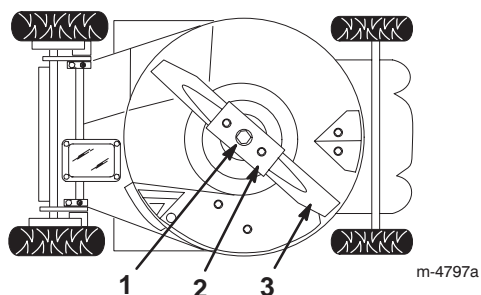

Figure 27
4. Basculez la tondeuse sur le côté *gauche* (filtre à air vers le haut) (Fig. 27).
2. Enlevez le boulon et la rondelle de blocage de la lame, la lame et le renfort (Fig. 27).